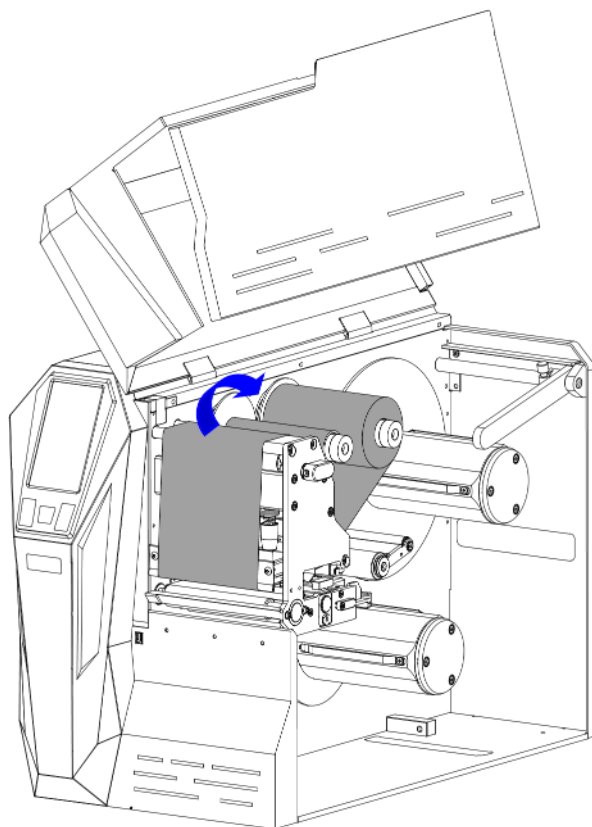

Рисунок 2-15 Натяжка ленты риббона
7. Наденьте полученный ролик намотки на вал натяжения риббона, плотно прижав его к стопорной пластине. Проверните вал натяжения риббона до тех пор, пока лента не будет туго натянута (рисунок 2-15).